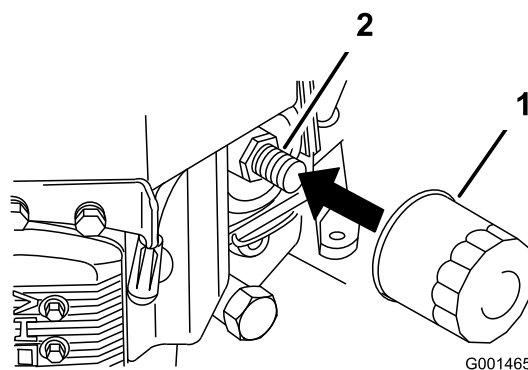

Figure 24
3. Appliquez une fine couche d'huile neuve sur le joint en caoutchouc du filtre de rechange (Figure 24).
4. Posez le filtre à huile de rechange sur l'adaptateur, tournez le filtre dans le sens horaire jusqu'à ce que le joint en caoutchouc touche l'adaptateur, puis serrez encore le filtre de $\frac{3}{4}$ de tour (Figure 24).
2. Retirez le filtre usagé (Figure 24).